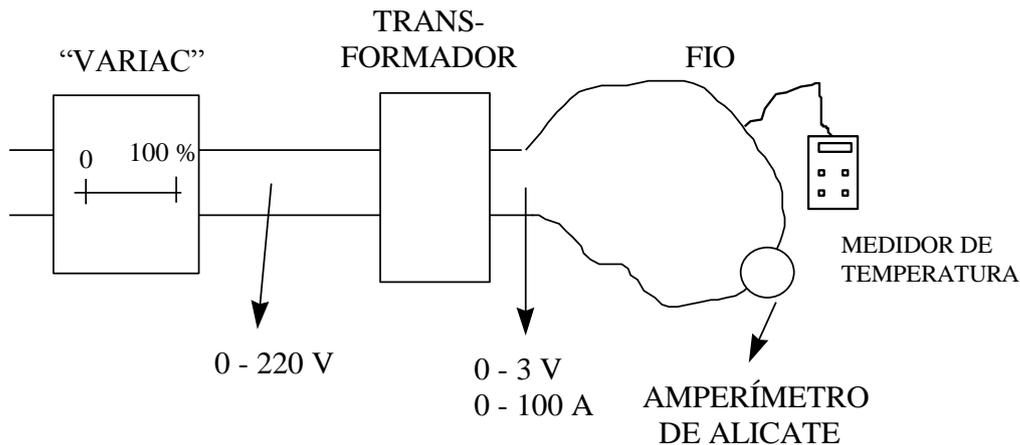

Figura 2 - Montagem experimental
2.1 - Execute a montagem representada na Figura 2.